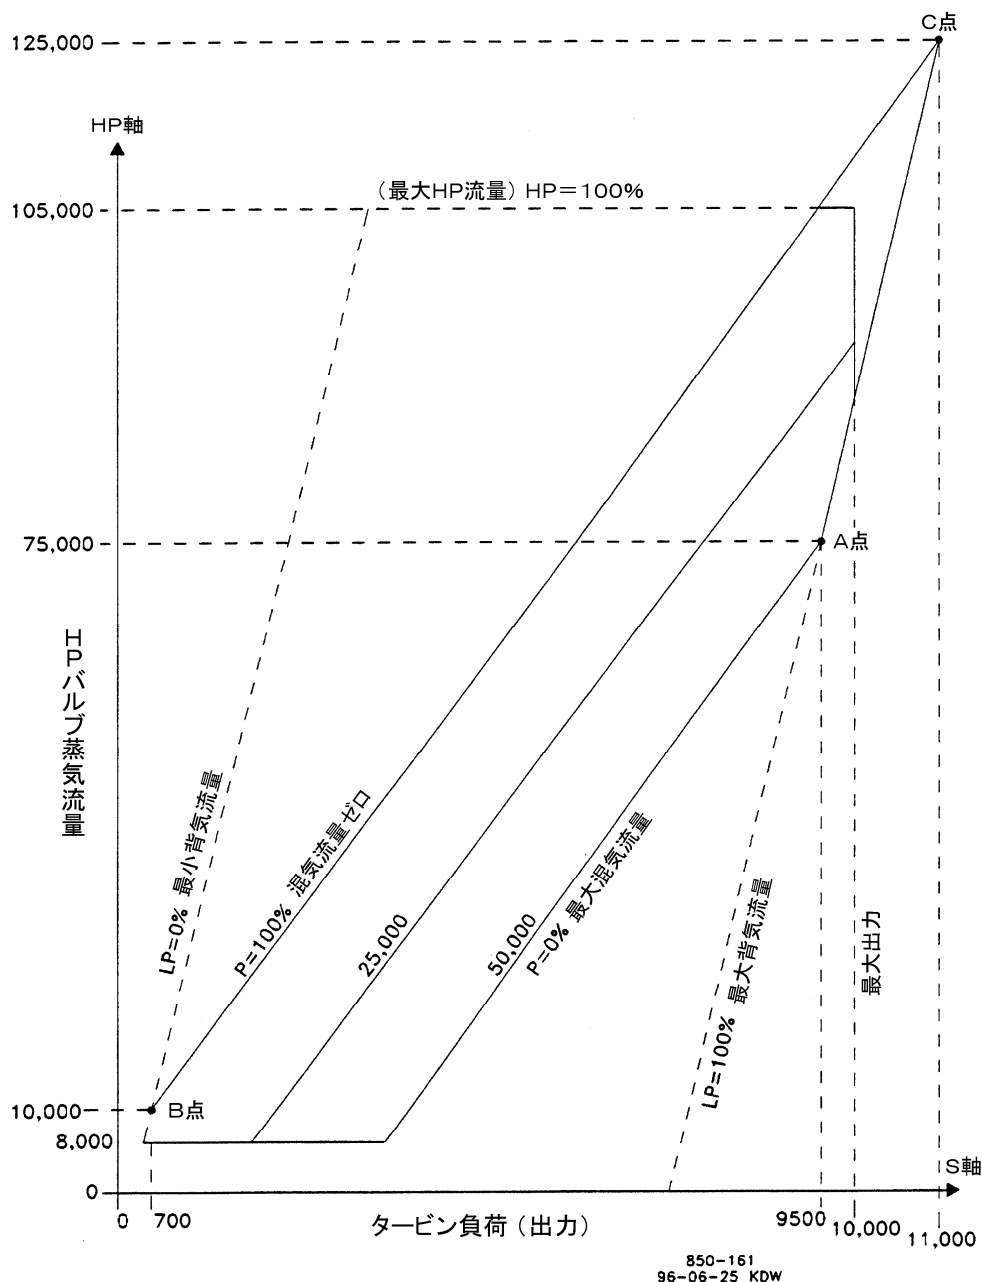

図5-5. 通常の混気タービンの蒸気マップ
タービンの混気蒸気マップを 505E にプログラムする前に、A、B、Cの各交点の位置が明確になっていなくてはなりません。(図 5-5 を参照の事。)
A点のみが明確になっている場合、B点とC点の位置が明確になるように、蒸気マップを修正しなければなりません。LP=0 の線を、新しく作成して追加します。LP=0 の線を新しく作成するには、タービン出口で要求される最小蒸気流量(背圧の最小値)がわかっていなければなりません。ここに掲載された蒸気マップ(図 5-5)では、要求される最小蒸気流量は 10,000 ポンド／時です。
1. 混気(混入蒸気)流量ゼロの線を延長する。(P=100%)図 5-5 を参照の事。
また、この操作された蒸気マップからは、タービンの制御に必要な9個の値を拾い出す事ができます。図 5-5 の蒸気マップを使用して、以下にその例を示します。